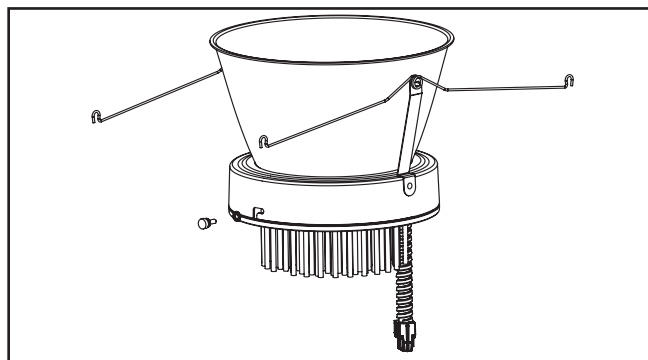

Figura 5.
4. Usando los tornillos de ajuste manual incluidos, asegure con firmeza la moldura inferior al motor de la luminaria LED. Alinee el enchufe de alimentación del motor de la luminaria LED con el conector del alojamiento cilíndrico y empújelos juntos. Ya está realizada la conexión eléctrica (Figura 5.).